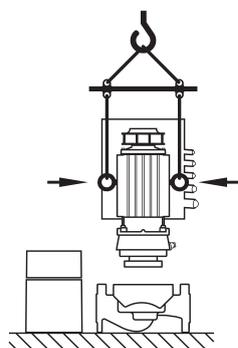

Fig. 25: Transporte del juego de introducción
- Si se han trasladado las argollas de transporte de la brida del motor a la carcasa del mismo, estas solo se pueden usar para cargar o transportar el juego de introducción (Fig. 25), por lo que quedan excluidos el transporte de la bomba completa y la separación del juego de introducción de la carcasa de la bomba (preste atención al desmontaje previo y al montaje posterior de los espaciadores).